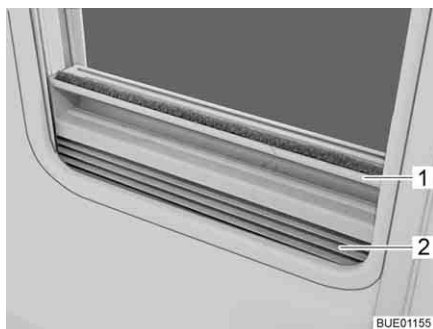

Fig. 33 Dispositif occultant plissé
- Saisir le dispositif occultant plissé (Fig. 33,2) par le centre de la barre-poi-gnée (Fig. 33,1), le tirer du bas vers le haut et le relâcher à la hauteur voulue. Le dispositif occultant plissé reste alors à cette hauteur.